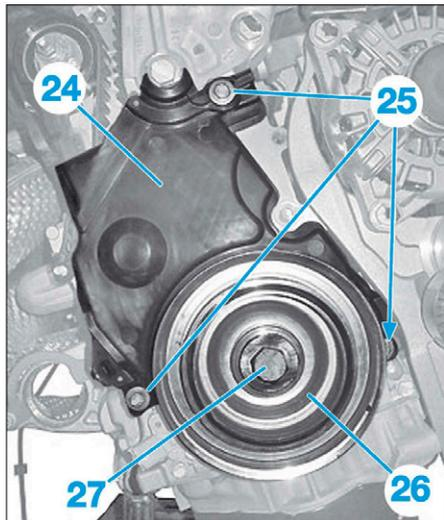

FIG. 15
- le carter inférieur de distribution (24) (Fig.15),
- les vis (25),
- la poulie de vilebrequin (26),
- la vis (27) et son entretoise.